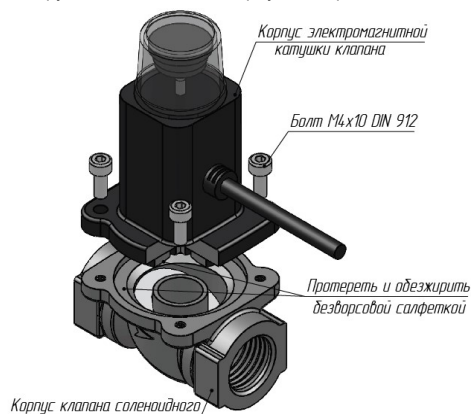

Рис. 1
- 1) Разобрать клапан, открутив 4 болта Рис. 1.